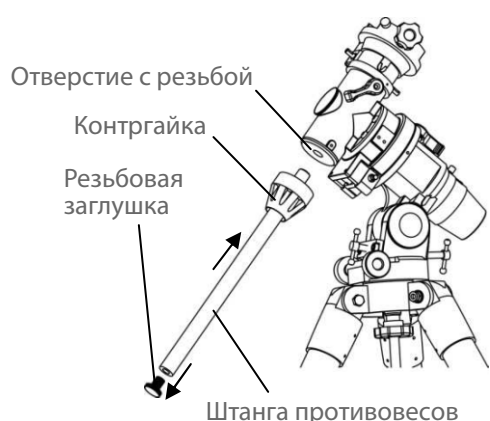

Рис. 4
2. Вверните штангу противовесов в отверстие с резьбой, как показано на рис. 4. Затяните контргайку для фиксации штанги в корпусе монтировки.
3. Снимите резьбовую заглушку с торца штанги противовесов (рис. 4).